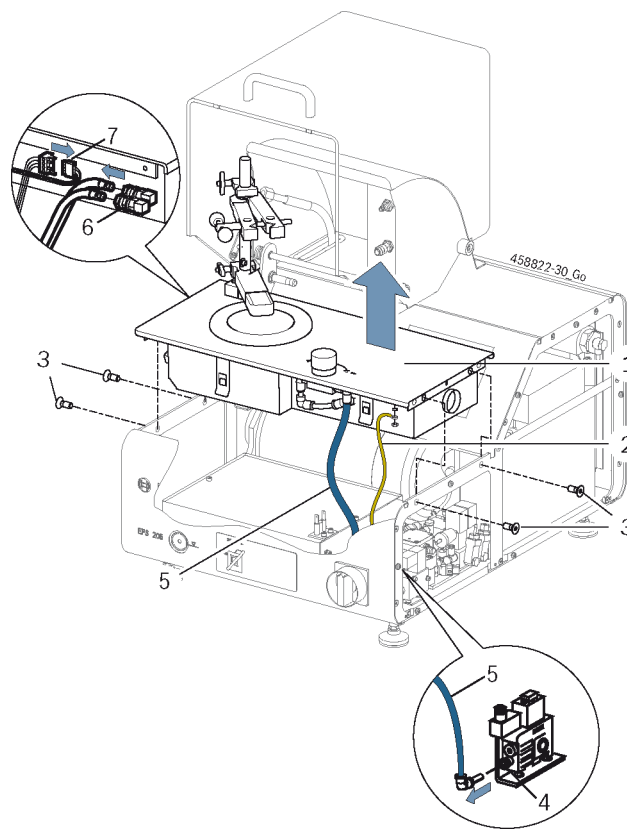

Рис. 42. Снятие блока распылительной камеры
4. Выверните винты (4 шт.) (рис. 42, поз. 3) блока распылительной камеры.
5. Поднимите блок распылительной камеры (рис. 42, поз. 1).
6. Отсоедините шланг (рис. 42, поз. 5) от вставного соединения (рис. 42, поз. 4). Для этого необходимо отжать назад кольцо вставного соединения.
7. Отсоедините два шланга от быстроразъемных муфт (рис. 42, поз. 6).
8. Отсоедините провод кольцевой лампы от разъема (рис. 42, поз. 7).
9. Открутите провод «массы» от блока распылительной камеры (рис. 42, поз. 2).